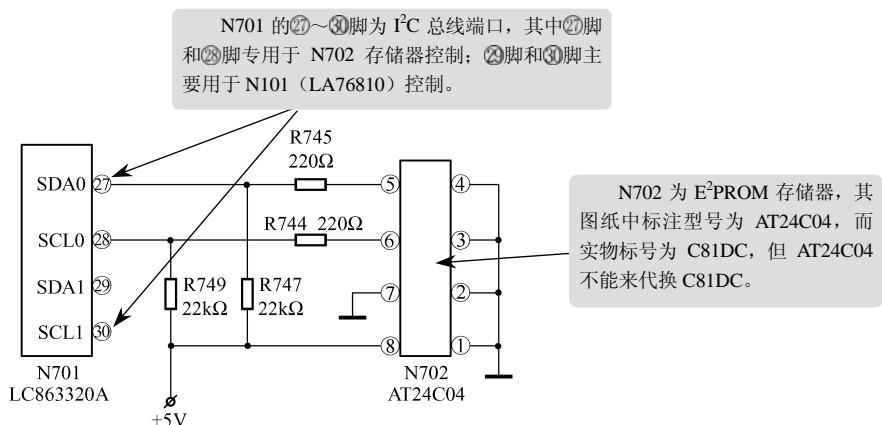

图 7-21 E2PROM 存储器电路原理图
检查与分析：在检修经验中，不记忆的故障原因常是 AFT 信号或 SD 识别信号异常或丢失。在该机中，AFT 信号是由 N101（LA76810A）的⑩脚输出，并直接送入 N701（LC83320A）的⑭脚；SD 识别信号由 N101（LA76810A）的②脚输出，并直接送入 N701（LC863320A）的③脚。经检查，未见异常。再进一步分析认为，由于该机采用 I2C 总线控制技术，检修时还应注意检查 I2C 总线接口及存储器电路，如图 7-21 所示。
在如图 7-21 所示中，N702（TA24C04）存储器的实物标称为 C81DC，在正常状态下，I2C 总线端口有 4V（峰-峰值）的信号波形。经检查均未见异常，因而判断 N702 存储器不良。试用 24C04 代换后进行调控，能够进行自动搜索，频道号也能跳变，说明可以记忆，但搜完后仍无节目。此时，再检查记忆项，发现是处于“关”状态，将其转为“开”状态后，当前频道号有节目，但换台时仍无其他频道。至此形成疑难故障。